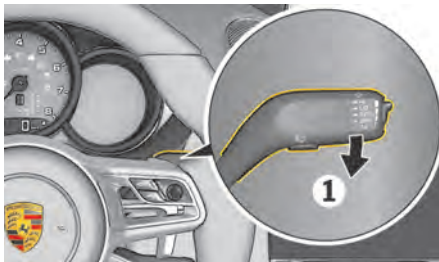

Fig 22 : Levier d'essuie-glace
1. Poussez le levier d'essuie-glace 1 fois vers le bas (Fig. 22, 1).